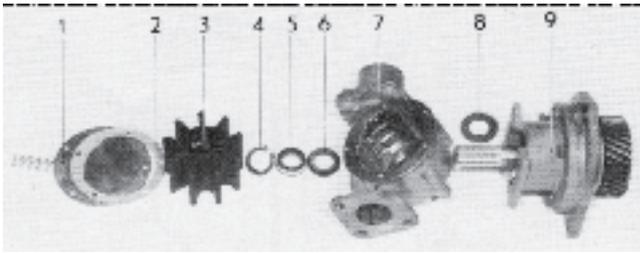

Fig. 191. Pompe à eau de mer
4. Placer la bague céramique neuve (6, figure 191) dans le corps de pompe, capot caoutchouc tourné vers le bas.